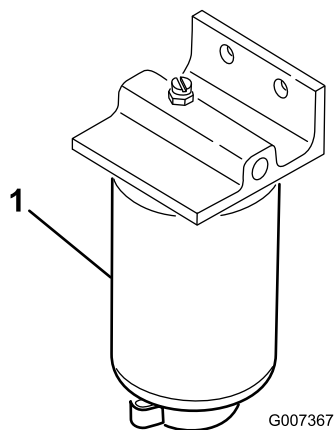

Figura 34
1. Mettete un contenitore pulito sotto il filtro del carburante (Figura 34).